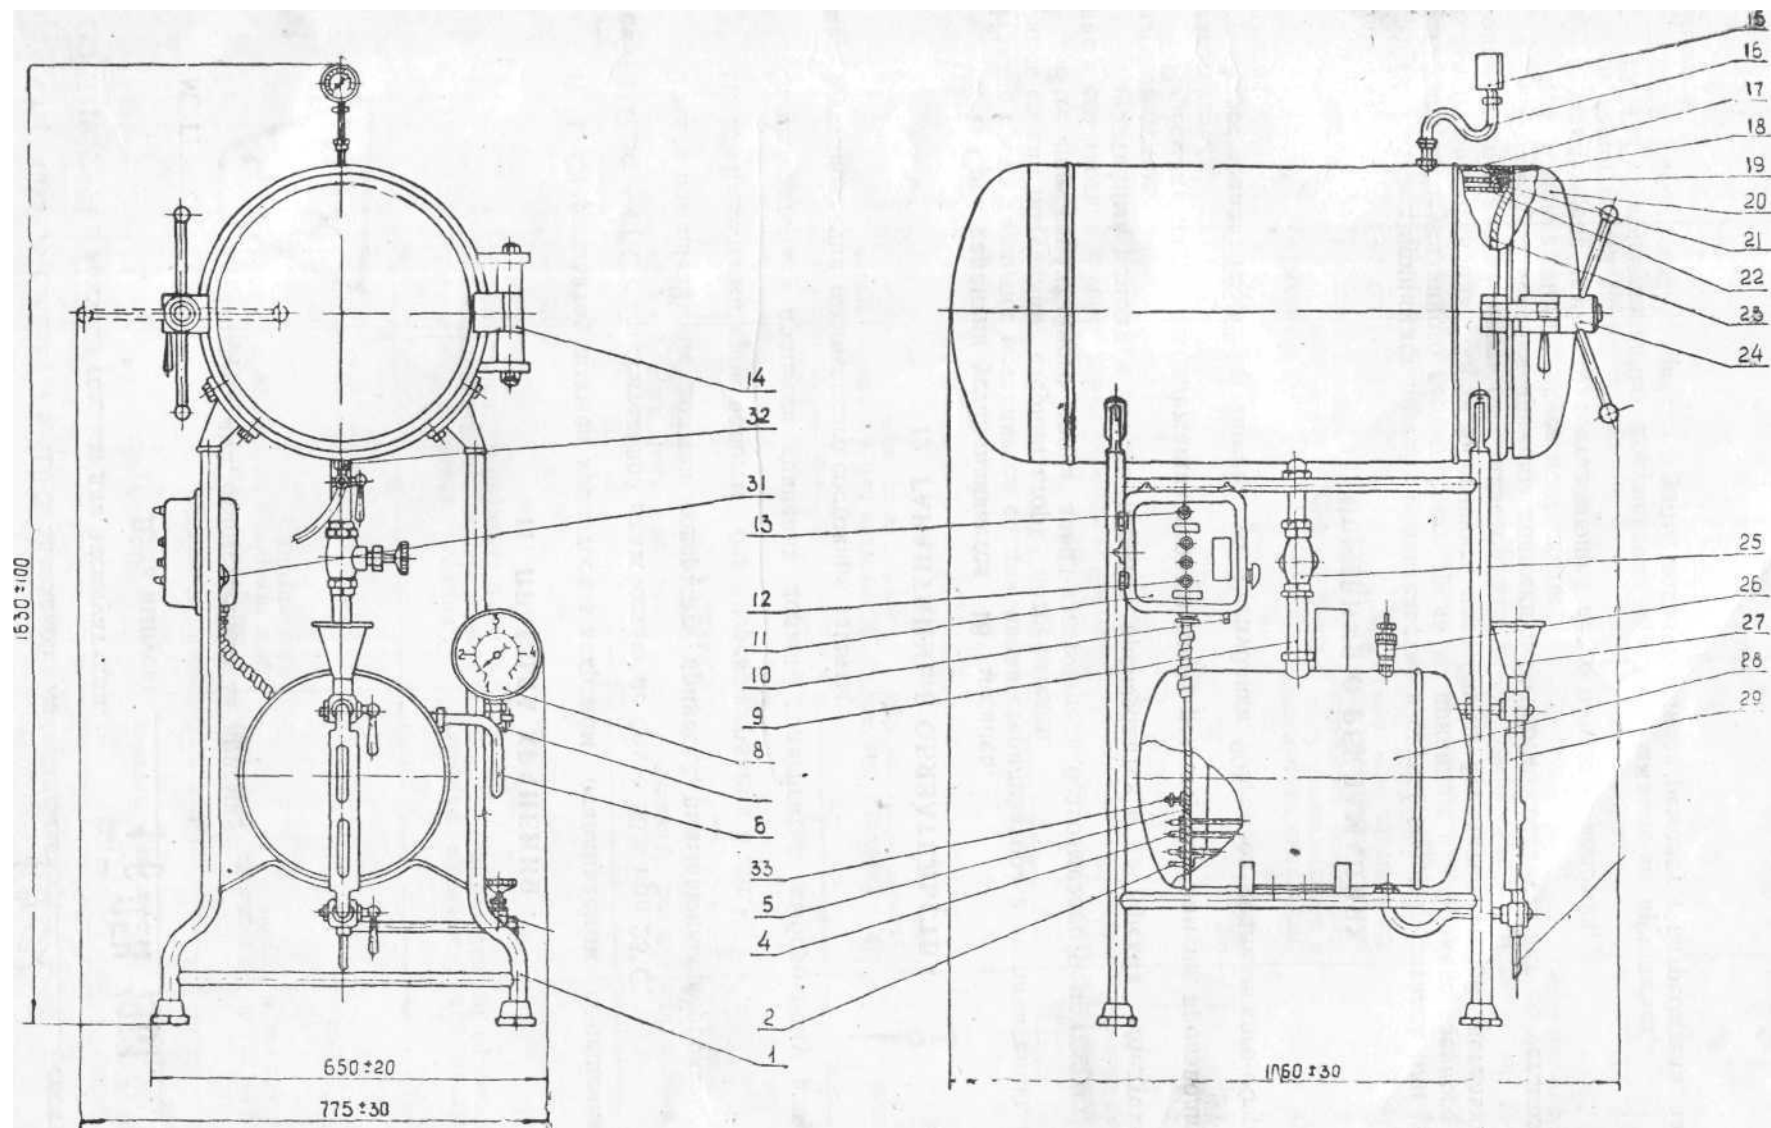
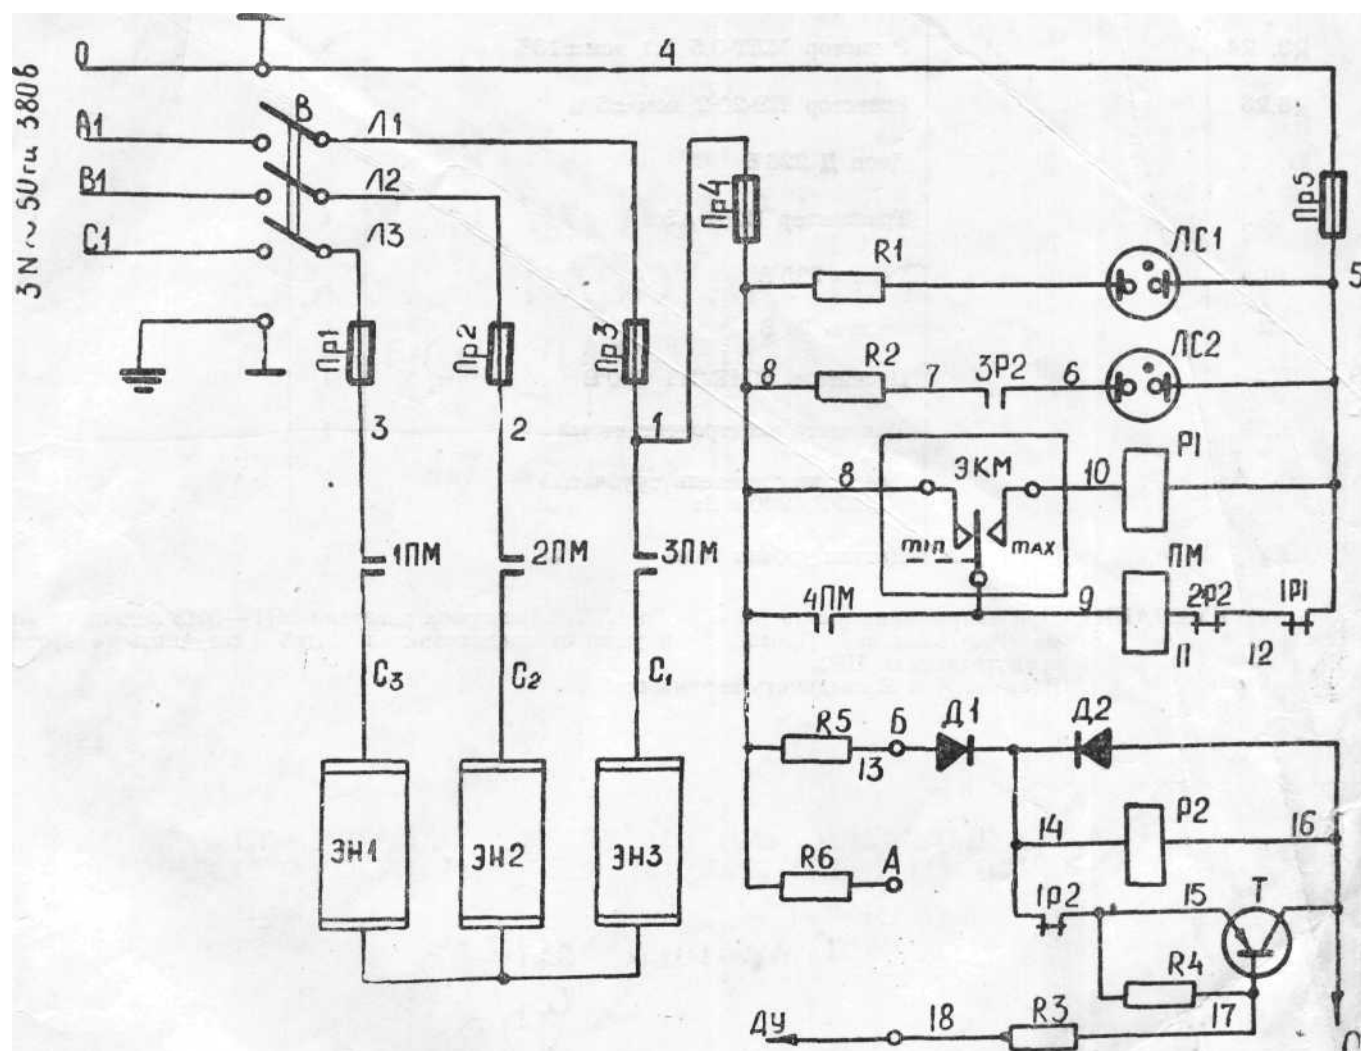

Рис. 1 Стерилизатор паровой ГК-100-2
Рис. 2. Схема электрическая принципиальная стерилизатора ГК-100-2
6. 6. Произведите переключения, если это необходимо, согласно примечания к принципиальной схеме (рис. 2).
6. 8. Подключите электрошит 11 (рис. 1) к сети проводом сечением не менее 2,5 мм², согласно принципиальной схеме (рис. 2).
7. 1. Включите выключатель 31, при этом загорится сигнальная лампа 13 «Сеть» рис. 1.